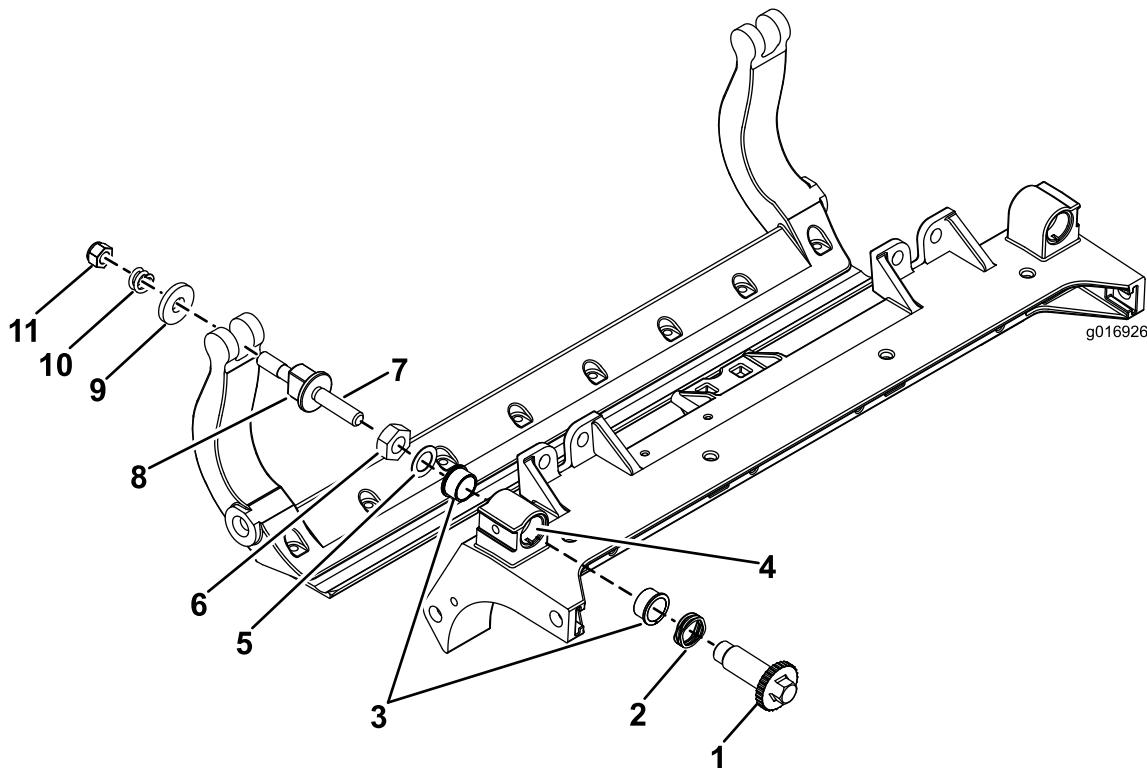

图33
1. 拆除所有零件请参阅 HD DPA 套件型号 120-7230 安装说明和图33。
2. 将防粘剂涂抹到滚刀组中心机架图33的轴套区内侧。
3. 将凸缘轴套上的键与机架的槽对准然后安装轴套图33。
4. 将一个波形垫圈安装到调节器轴上然后调节器轴滑入滚刀组机架中的凸缘轴套内图33。
5. 用扁平垫圈和锁紧螺母固定调节器轴图33。上紧锁紧螺母扭矩至 2027N·m。
11. 在两个尼龙垫圈的外侧各放一个钢垫圈图33。
**注意** 内侧的垫圈可能有空隙图33。
13. 旋紧每个底刀架调节器总成上的螺母直到加压弹簧完全压缩然后往回松开 1/2 圈图33。